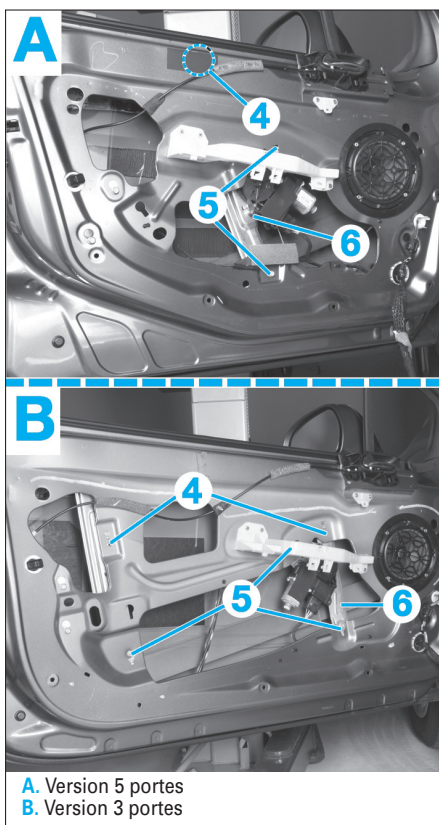

Fig. 107
- A l'aide d'un foret de Ø 6 mm, percer les rivets (4) (Fig.107).
- Déposer les vis (5).
- Extraire le mécanisme (6) de la porte.